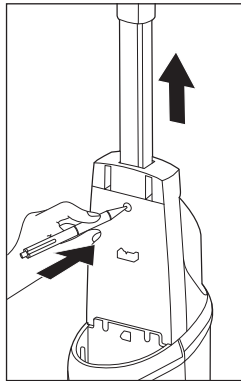

Abb. 2
- Wenn Sie das Handteil **1** vom Gerät abmontieren möchten, müssen Sie zuerst den Frischwasserbehälter **11** entfernen (siehe Kapitel **Frischwasserbehälter auffüllen**). Wenn Sie den Frischwasserbehälter **11** entfernt haben, drücken Sie die Einrastung des Handteils **1** mit einem spitzen Gegenstand aus der Einrastöffnung. Anschließend können Sie das Handteil **1** wieder aus dem Gerät ziehen (siehe Abb. 2).